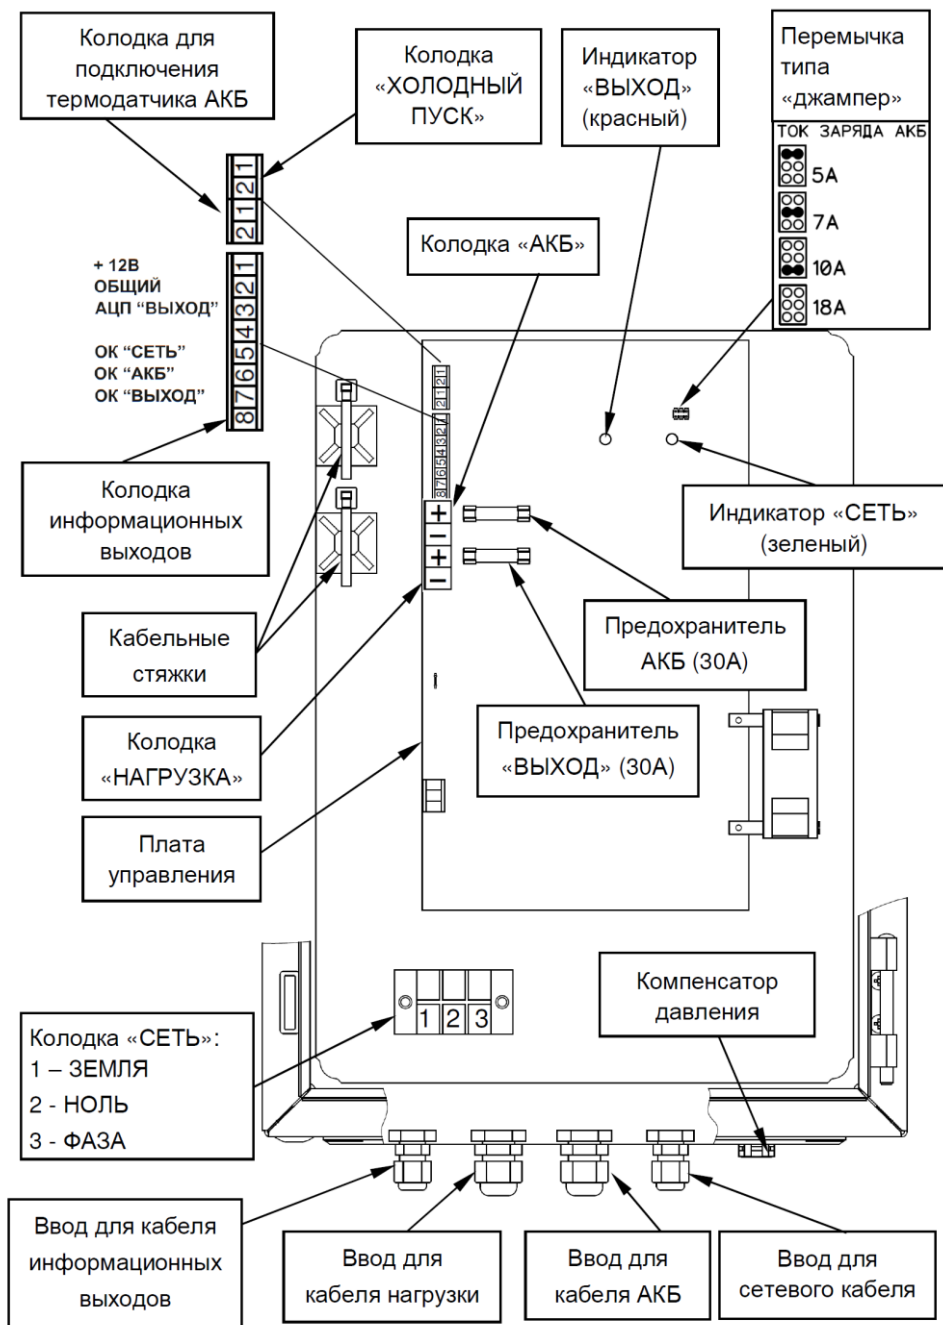

Рисунок 2 – Вид изделия с открытой дверцей
- возможность восстановления работоспособности изделия при подключении исправной и заряженной АКБ и отсутствии напряжения питающей сети («холодный пуск») путем кратковременного замыкания контактов соответствующей колодки (см. рисунок 2);
Изделие обеспечивает ограничение тока заряда АКБ. Выбор одного из четырех значений ограничения тока заряда АКБ осуществляется установкой/удалением соответствующей перемычки типа «джампер» (см. рисунок 2) в соответствии с рекомендациями таблицы 2.
Не светится	Выход «НАГРУЗКА» отключен: - АКБ отсутствует или - напряжение на клеммах АКБ менее 10,5 В, или - неисправен предохранитель АКБ (см. рисунок 2)
Выполните подключение внешних цепей к изделию в соответствии с назначением клемм подключения (Рисунок 2) в следующей последовательности: